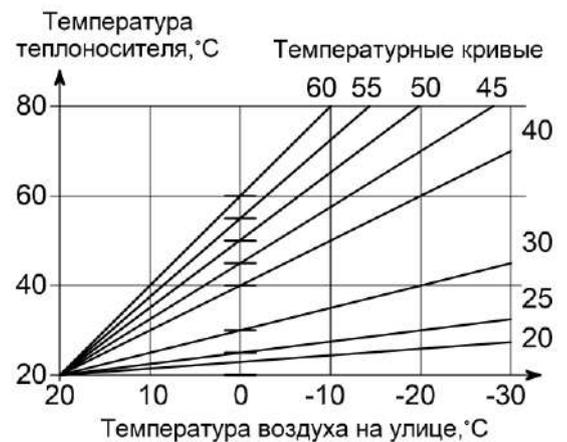
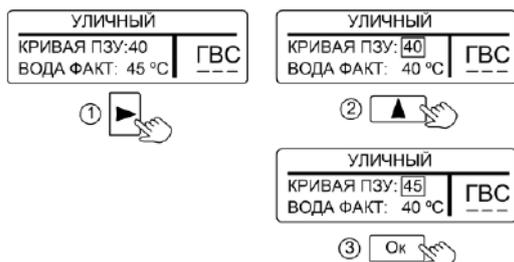

Рисунок 9. Зависимость температуры теплоносителя от температуры воздуха на улице
Рисунок 10. Настройка кривой ПЗУ
10.4 «УЛИЧНЫЙ» – режим поддержания температуры теплоносителя в зависимости от температуры воздуха на улице по одной из погодозависимых кривых (см. рис. 9). Датчик температуры воздуха (проводной или радиодатчик) устанавливается на улице. При отсутствии датчика температуры, возможно работа от данных получаемых с метеосервера (см. п. 11.1.8).
Для изменения заводской настройки нужно в соответствии с рис. 9 выбрать ту кривую, при которой в помещении станет комфортно. Если в помещении холодно - следует выбрать кривую с большим номиналом, если жарко - с меньшим. Чем больше величина теплотеря здания, тем выше номер кривой. Изменение значения кривой ПЗУ показано на рис. 10.